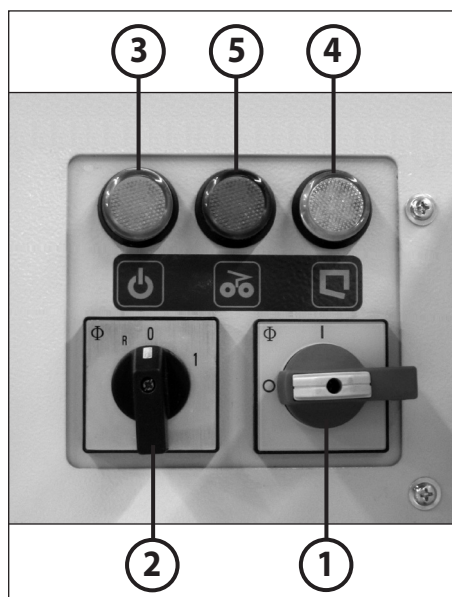

fig. 11
1. El mecanismo de corte se bloquea. La indicación de control (4) (fig. 11) se enciende.
Este desarrollo secuencial de los movimientos es repetido automáticamente por la máquina hasta tres veces. Si la máquina detecta una tercera vez una „sobrecarga”, el mecanismo de corte funciona de nuevo hacia atrás durante un tiempo determinado y se desconecta después. Reparta ahora el material sacado sobre la cinta y continúe el desmenuzamiento con una cantidad más pequeña. Para ello se tiene que desconectar (pos. „0”) primero la máquina mediante el conmutador giratorio (2) (fig. 11) y volverse a conectar de nuevo después (pos. „1”).